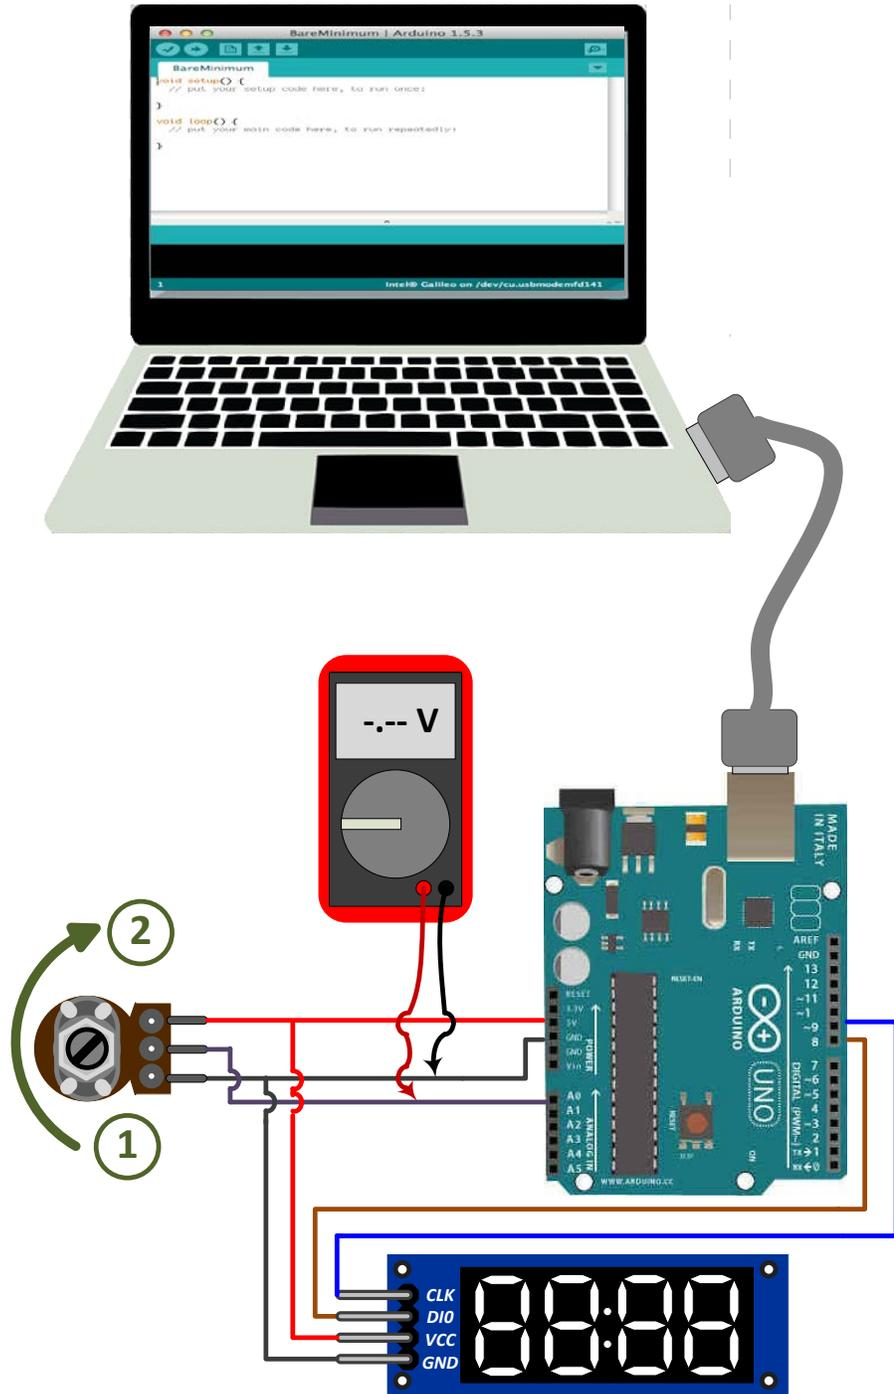

Figura 1. Conexiones del circuito de la actividad 1.
- 1.- En esta actividad, probará el correcto funcionamiento de su despliegue local, para ello alambre el circuito de la figura 1.
- 2.- Con ayuda de su profesor, descargue de su aula virtual los *sketchs* y librerías necesarias, para el correcto funcionamiento del circuito de la figura 1. Conecte el Arduino con el cable USB a su computadora y abra la IDE de Arduino. A continuación ejecute en su placa Arduino los *sketchs* y librerías que descargó.